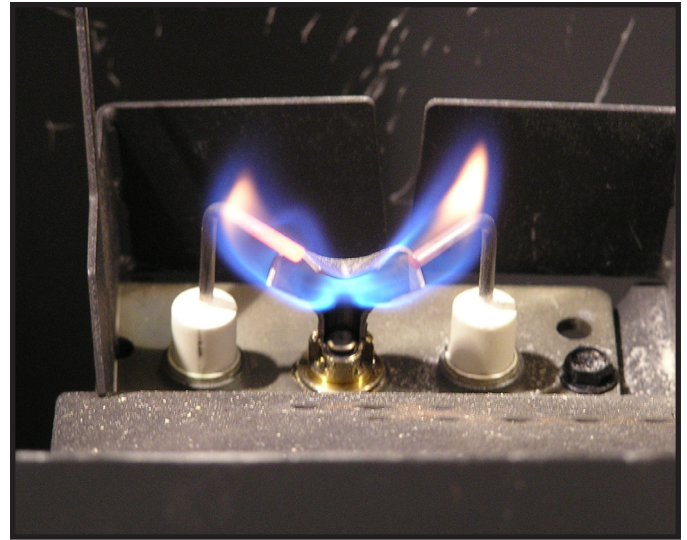

Figure 3.2 Modèles de flamme de la veilleuse IPI
- Inspectez le modèle de la flamme de la veilleuse et sa force. Voir la Figure 3.2 pour un modèle correct de flamme de la veilleuse. Nettoyez ou remplacez le raccord, au besoin.